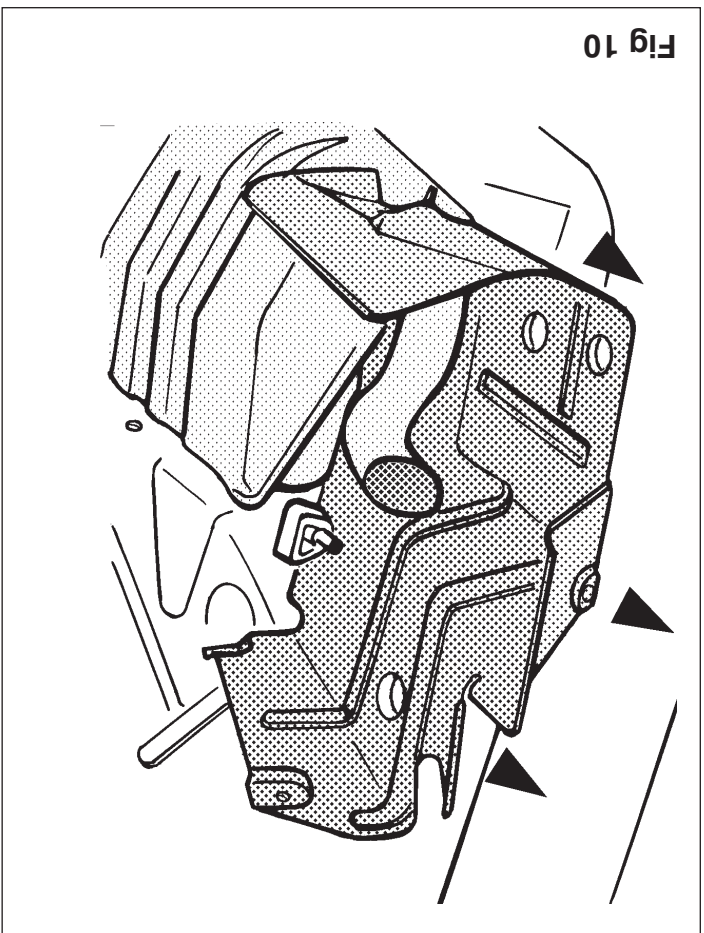

Fig 10
3. Put back plate I as shown in fig.8 and fasten two M10x35 bolts with $\varnothing 25 \times 10.5 \times 4$ flat washers, spring washers and nuts at points H. Fasten two M10x35 bolts with $\varnothing 25 \times 10.5 \times 4$ flat washers and spring washers at points L and K. Saw the indicated lug off the jack bracket, as shown in fig.10. Place the hitch housing between the ball hitch mounting plates and fasten this in place using two M10x80 (10.9) bolts with flat washers and self-locking nuts at points Z. Tighten all nuts and bolts to the values shown in the table. Replace everything removed in point 1.
3. Kontra I laut Fig. 8 anlegen und an den Punkten H zwei M10x35-Schrauben inkl. ø25x10,5x4-Unterlegscheiben, Federringen und Muttern befestigen. An den Punkten L und K zwei M10x35-Schrauben inkl. ø25x10,5x4-Unterlegscheiben und Federringen befestigen. Laut Fig. 10 die angegebene Lippe vom Wagenheberhalter herausägen. Die Kugelgehäuse zwischen den Kugelbefestigungspalten anlegen und bei den Punkten Z mit Hilfe von zwei M10x80 (1.9)-Schrauben einschließen. Unterlegscheiben und selbstsichernder Muttern befestigen. Alle Schrauben und Muttern laut Tabelle festziehen. Das unter Punkt 1 Entfernte wieder anbringen.
3. Positionner la contre-pièce I conformément à la fig.8 et monter à l'emplacement des points H deux boulons M10x35, y compris les rondelles de blocage ø25x10,5x4, les rondelles grower et les écrous. Monter à l'emplacement des points L et K deux boulons M10x35, y compris les rondelles de blocage ø25x10,5x4 et les rondelles grower. Découper la languette du porte-cric indiquée, conformément à la fig.10. Positionner le logement de la rotule entre les plaques de fixation de la rotule et la fixer à l'emplacement des points Z à l'aide de deux boulons M10x80 (10.9) y compris les rondelles de blocage et les écrous autoforants. Serrer tous les boulons et écrous conformément au tableau. Remettre en place les pièces déposées au point 1.
ren ifølge fig.10. Anbring kuglehuset mellem kuglebeslagene, og mon-